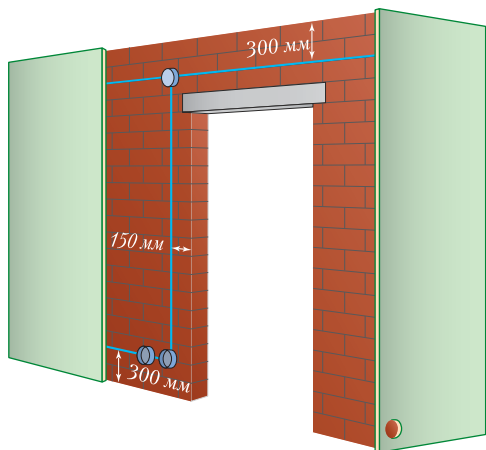

Рис. 19. Монтаж проводки и подготовка технологических отверстий в облицовке
6. Перед установкой в ГКЛ необходимо вырезать отверстия для выключателей, розеток (рис. 19) и т. п.